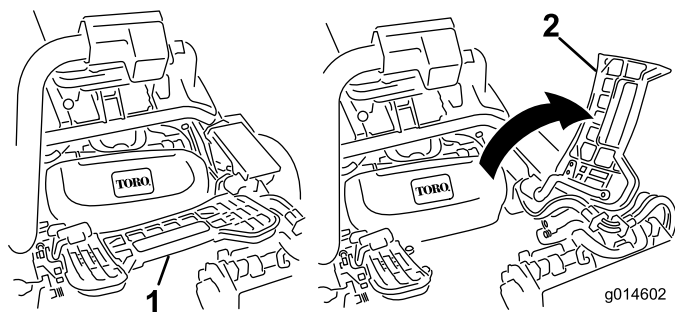

Figura 34
2. Sollevate il poggiapiedi e ruotatelo fino all'apertura, per consentire l'accesso alla posizione dell'apparato di taglio centrale. (Figura 34)